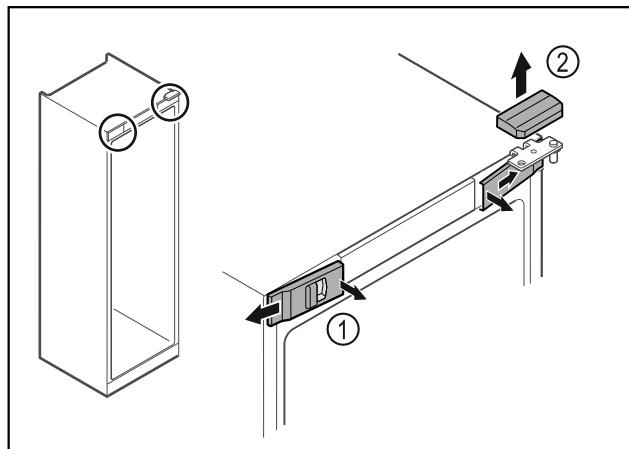

Fig. 9
- Deblocați apărătorile frontale din interior Fig. 9 (1) și detașați-le în lateral.
- Scoateți în sus Fig. 9 (2) apărătoarea.